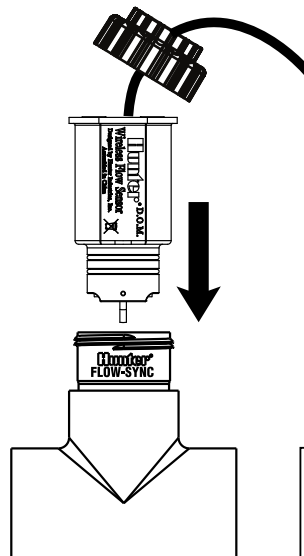

Figura 2
4. Insira o sensor dentro do FCT. O sensor tem um lado reto que se engata com um lado reto dentro do corpo do sensor (figura 2).